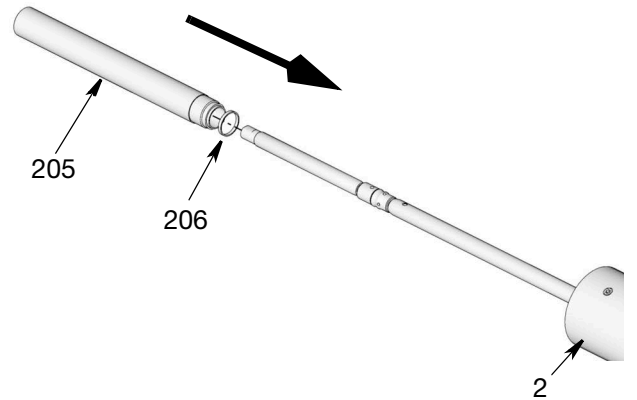

图 41
10. 在垫圈 (206) 周围抹上薄薄一层润滑脂。将垫圈装在垫片气缸 (205) 的端头上。将气缸滑动在连杆组件上, 如图 41。将气缸端头拧入泵适配器 (2) 底部。使用管道扳手转动气缸, 直至拧紧。用 45-55 英尺-磅 (61-74 牛·米) 的扭矩拧紧泵元件管件。